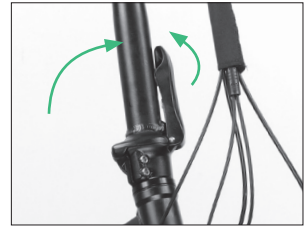

Imagen 3
- 4- Levanta el manillar a su posición vertical y cierra la palanca de bloqueo del mismo (imagen 3). Cuando desee volver a plegar el manillar deberá estirar hacia arriba el tornillo de bloqueo para abrir la palanca.